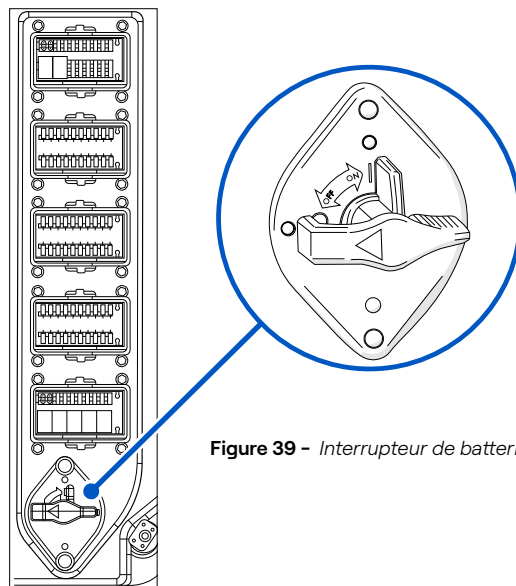

Figure 39 - Interrupteur de batterie
9. Placez l'interrupteur de batterie à "OFF" (**Figure 39**).